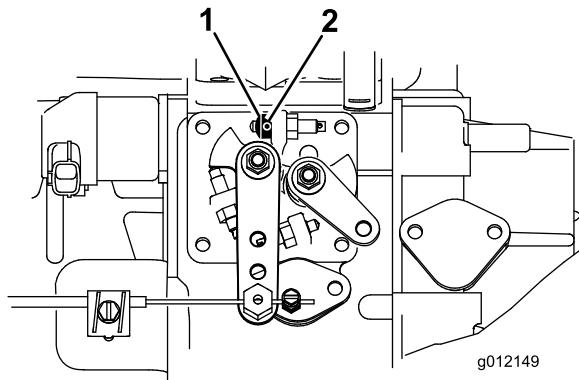

Bild 8
1. Lösen Sie die Stellschraube am Gasbedienungsanschlag. (Bild 8).
2. Schieben Sie den Gasbedienungsanschlag auf die hohe Leerlauf-Anschlagschraube (Bild 8). Das abgeschrägte Ende des Gasbedienungsanschlags muss nach außen zeigen.